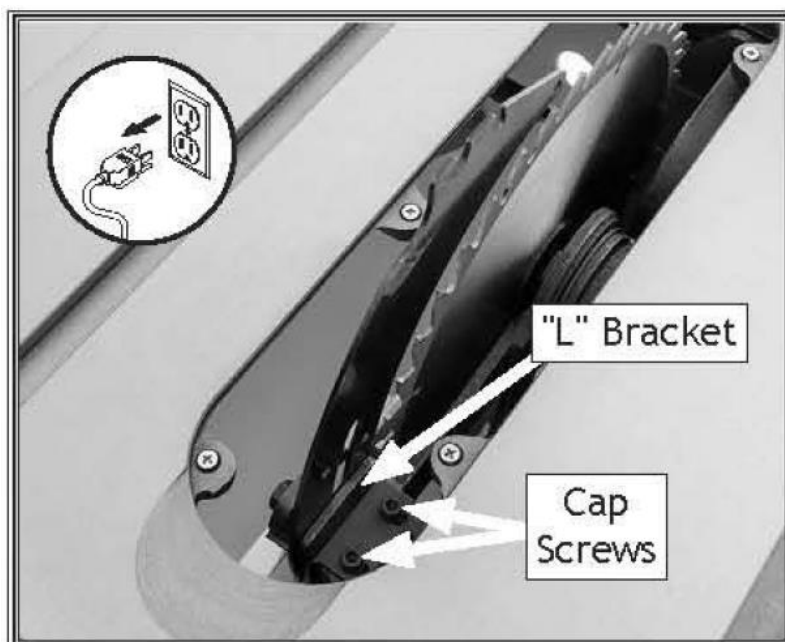

Рисунок 111. Винты с колпачками для регулировки положения раскливающего ножа.
3. Ослабьте два крепежных винта на кронштейне "L" (см. рис. 111), затем сдвиньте расклинивающий нож чтобы выровнять его в плоскость с диском.